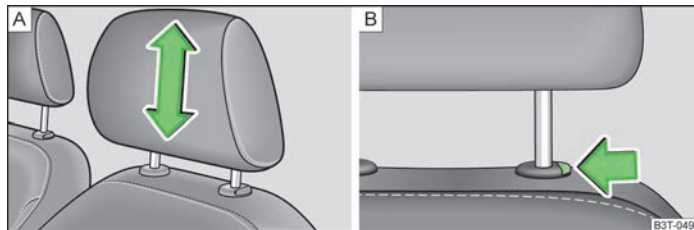

Fig. 47 Reposacabezas. Ajustar/desmontar
- Cogér los reposacabezas por los lados con las dos manos y tirar a discreción de él hacia arriba » fig. 47 - **A**.
- Si se desea desplazar el reposacabezas hacia abajo, pulsar y mantener pulsada la tecla de seguro » fig. 47 - [B] con una mano, y con la otra mano el desplazar el reposacabezas hacia abajo.
- Pulsar la tecla del seguro en el sentido de la flecha » fig. 47 - [B] y extraer el reposacabezas.